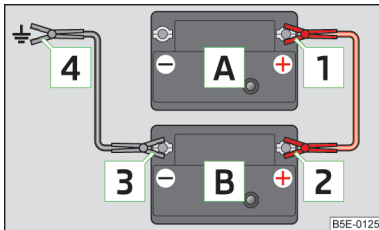

Abb. 145
- Die Klemme **1** am Pluspol der entladenen Batterie **A** » Abb. 145 befestigen.